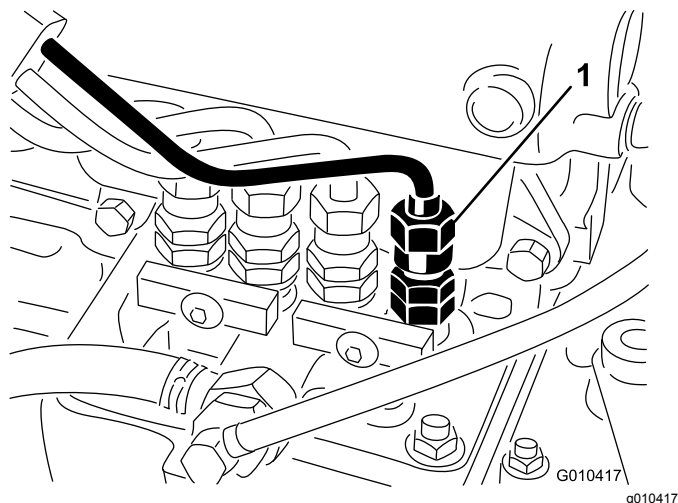

Figura 36
1. Liberte a tubagem que se encontra ligada ao injetor n.º 1 e à estrutura de suporte da bomba de injeção (Figura 36).